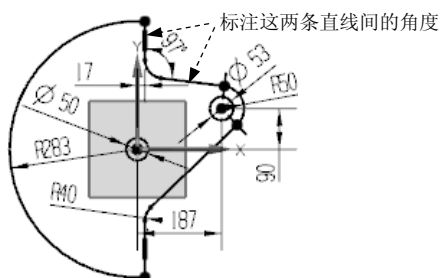
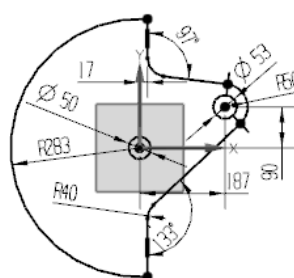

图 5.12.15 标注角度尺寸
图 5.12.16 标注其余角度尺寸
(6) 标注角度尺寸。选择下拉菜单 **插入(I)** → **尺寸(D)** → **角度(A)** 命令, 可标注图 5.12.15 中两条直线之间的角度, 角度值为 97; 接着完成图 5.12.16 所示的其余角度尺寸, 角度尺寸值为 133, 此时系统提示**草图已完全约束**。